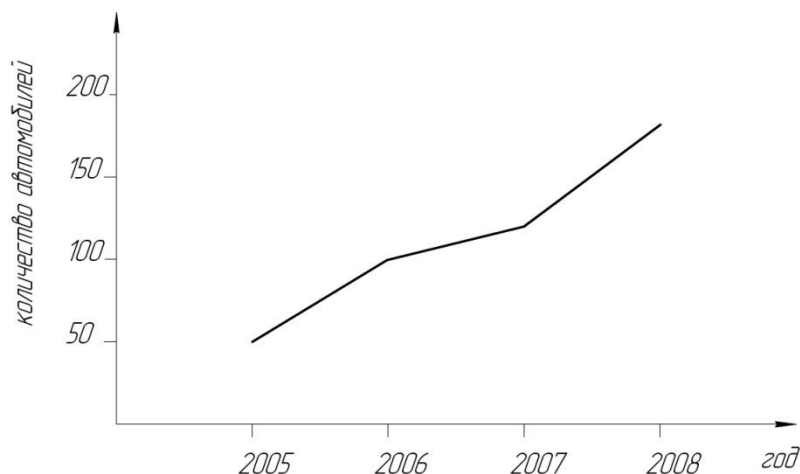

Рисунок 2.1 – Динамика изменения количества автомобилей в транспортной структуре предприятия
2.3 Показатели транспортной структуры предприятия – в виде таблицы 2.2 и графика динамики изменения количества автомобилей в транспортной структуре предприятия (рисунок 2.1)